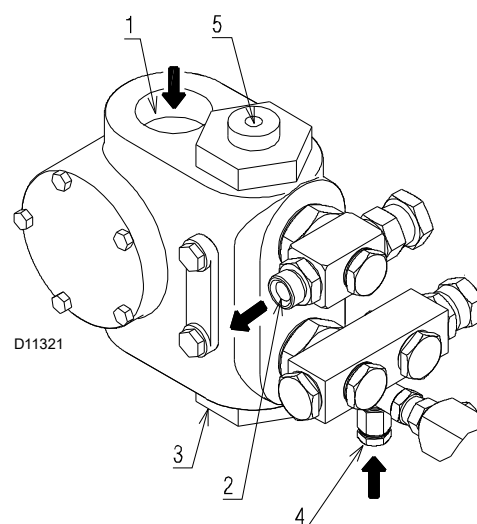

Рис. 21
- Щоб відбулося самозаповнення насоса, необхідно послабити гвинт 4) на насосі (Рис. 21), щоб випустити повітря, що міститься у всмоктувальній лінії.
Якщо паливо було злито з насоса, перед запуском заповніть його паливом через отвір вакуумметра 3)(Рис. 21), інакше насос заклинить.
Умовні позначення (Рис. 21)